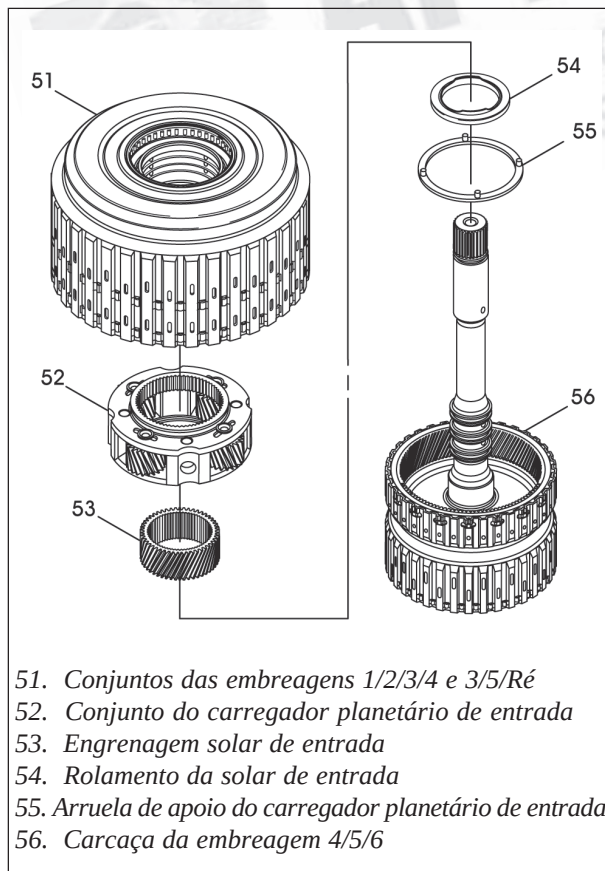

Figura 46
8. Separe todos os componentes removidos, conforme indica a figura 46, e deixe-os de lado para posterior revisão e montagem.